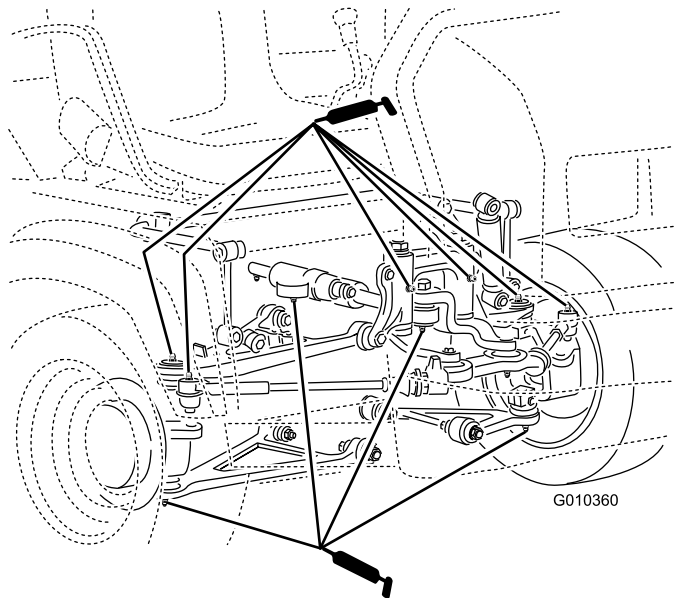

Figura 35
- Articulaciones esféricas (4), bielas (2), soportes de giro (2) y cilindros de dirección (2), según se muestra en Figura 35